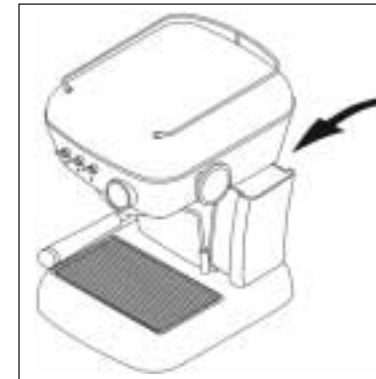

ABBILDUNG 1
2. Füllen Sie den Wassertank mit frischem Wasser. (siehe Abbildung 1) Vergewissern Sie sich, dass sich der Wassereinfüllschlauch vollständig im Wassertank befindet.